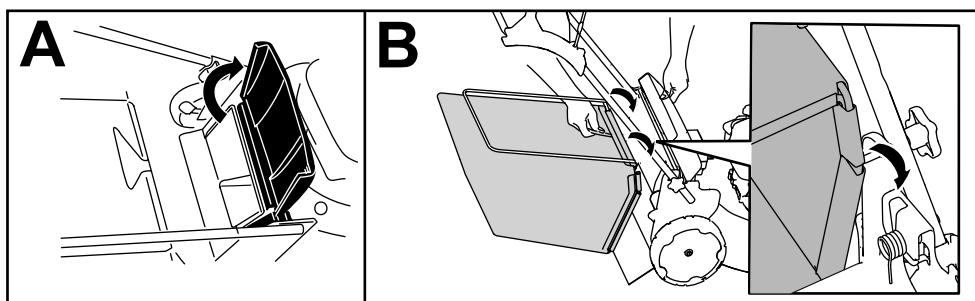

Figura 20
1. Ridicați și mențineți ridicat deflectorul spate (A din Figura 20).
2. Instalați sacul pentru iarbă, având grijă ca tifturile de pe sac să rămână în fantele de pe suportul mânerului (B din Figura 20).